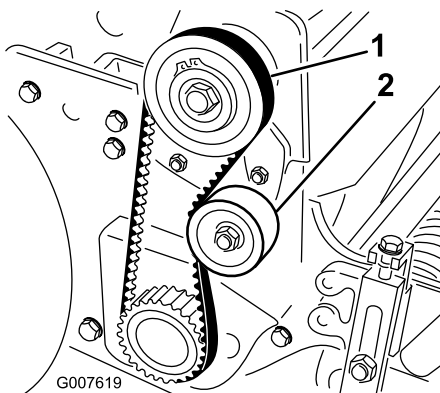

Figura 42
2. Compruebe la tensión presionando la correa en el punto intermedio entre las poleas (Figura 42) con una fuerza de entre 18 y 22 N. La correa debe desviarse 6 mm.
- A. Afloje la tuerca de montaje de la polea tensora y pivote la polea tensora en el sentido de las agujas del reloj contra la parte trasera de la correa, hasta obtener la tensión deseada (Figura 42).